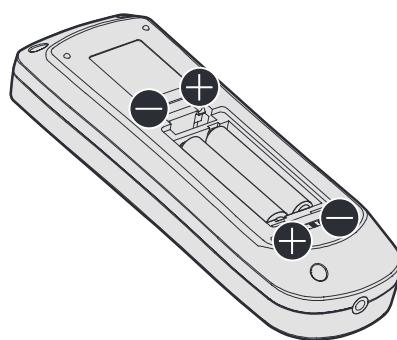

Fig. 2
- 2) Inserire le batterie e chiudere il coperchio (inserire prima il lato \oplus). (Fig. 2)